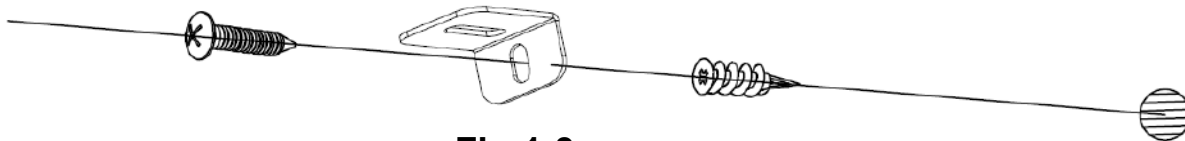

Fig 1-3
C. Den Kunststoffanker (C) in der trockenen Wand montieren, danach die längere Schraube (B) (im Lieferumfang enthalten) durch die Öffnung in der „L“-Stütze im Anker montieren, um die Feuerstelle an der Wand zu befestigen (Fig 1-3)